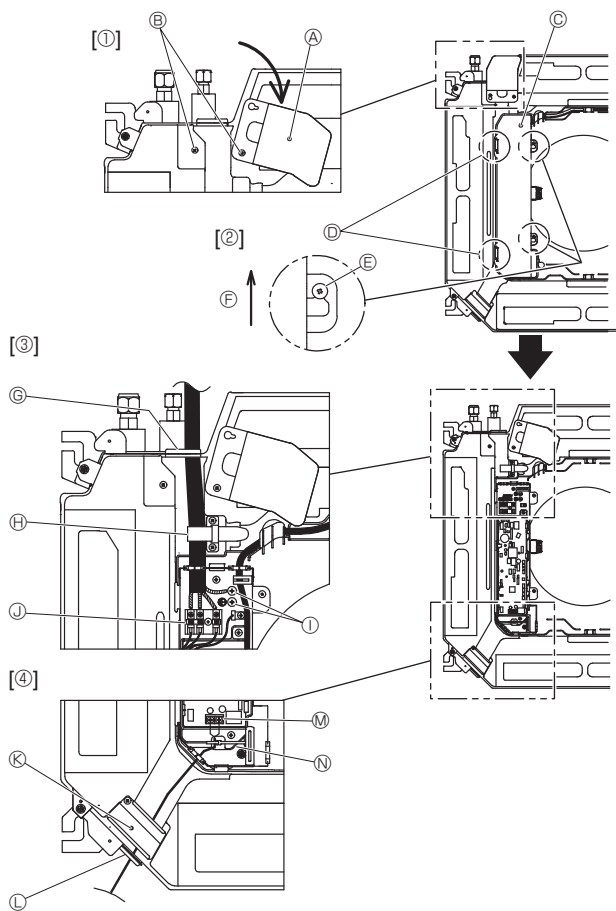
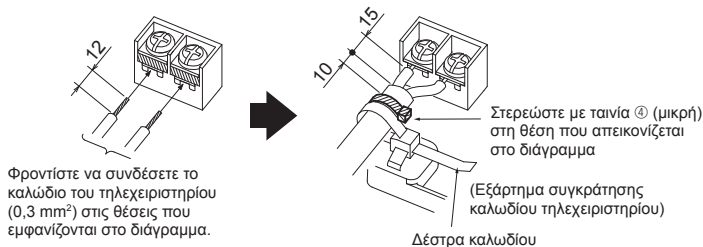

Fig. 6-1
Fig. 6-3
6.1. Εσωτερική μονάδα (Fig. 6-1)
1. Ξεσφίξτε τις δύο βίδες που ασφαλίζουν το πλαίσιο συντήρησης της ηλεκτρικής καλωδίωσης και, έπειτα, στρέψτε το πλαίσιο συντήρησης. [Fig. 6-1 ①]
2. Ξεσφίξτε τις δύο βίδες που ασφαλίζουν το κάλυμμα του ηλεκτρικού κουτιού και, έπειτα, σύρετε το κάλυμμα. [Fig. 6-1 ②]
3. Περάστε το καλώδιο τροφοδοσίας, το καλώδιο σύνδεσης εσωτερικής/εξωτερικής μονάδας και το καλώδιο γείωσης μέσω των εισόδων καλωδίωσης που αναφέρονται στο διάγραμμα. [Fig. 6-1 ③]
Εάν δεν μπορείτε να χρησιμοποιήσετε στρογγυλούς πρεσαριστούς ακροδέκτες, ακολουθήστε τη διαδικασία στην Fig. 6-3~6-6.
4. Περάστε και συνδέστε το καλώδιο τηλεχειριστηρίου μέσω των αντίστοιχων εισόδων που δίνονται στο διάγραμμα. [Fig. 6-1 ④, Fig. 6-3]